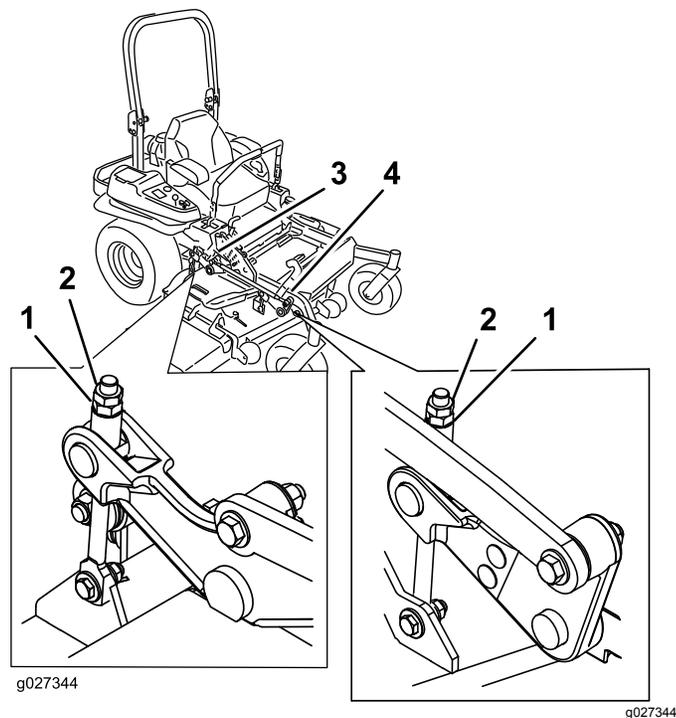

Figure 90
10. Pour les tabliers de coupe montrés à la Figure 90, ajustez précisément le serrage de l'écrou de réglage sur l'ensemble de relevage du tablier avant.